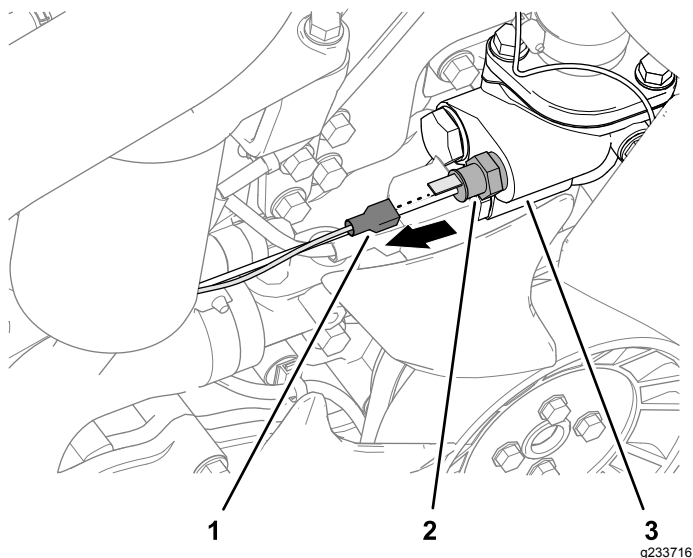

Figura 22
1. Retire el terminal hembra del sensor de temperatura del refrigerante (Figura 22).